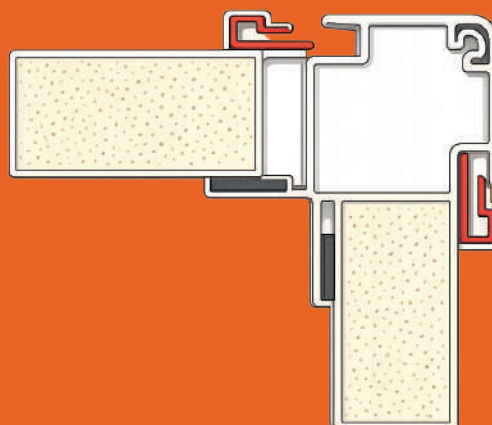

Рисунок 1
- Герметичность класса А (см. рисунок 1).